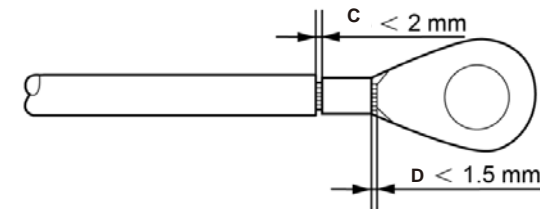

Abbildung 5.9 Draht abisolieren
- 4) Führen Sie den abisolierten Draht in den Crimbereich der OT-Klemme ein und crimmen Sie die Klemme mit der Hydraulikklemmer auf den Draht (siehe Abbildung 5.9).